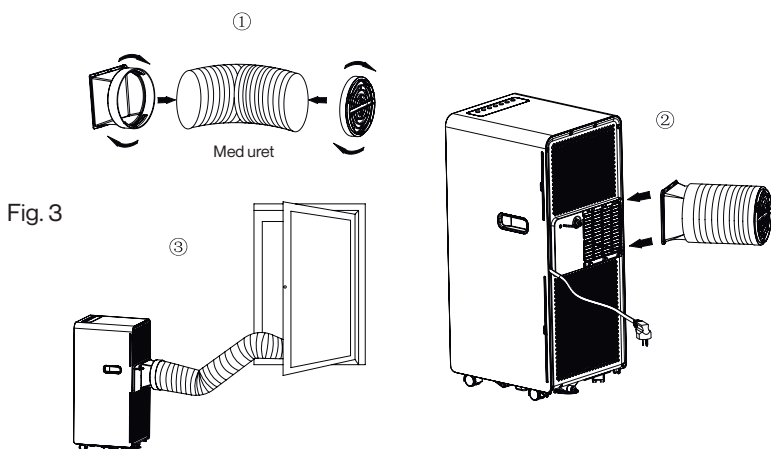

Fig. 3
3. Sæt den anden ende af udluftningsslagen op til nærliggende vindueskarm (se Fig.3).